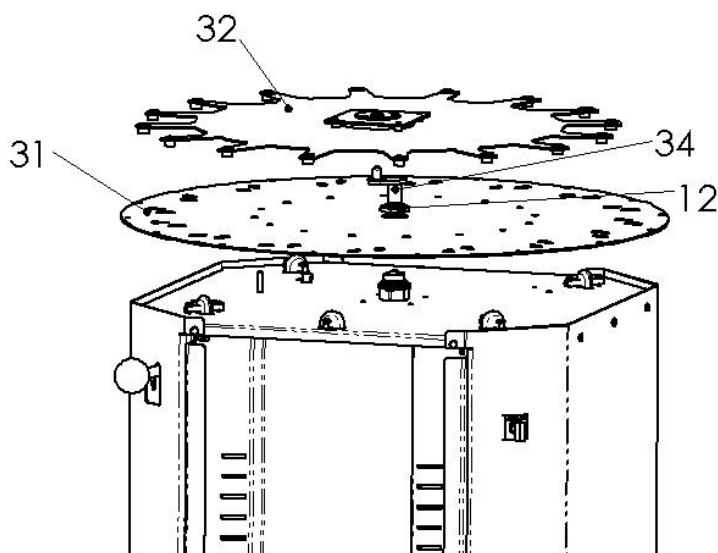

Рис. 3-1
- 1) Удалите гайку поворотного стола (12), вращая против часовой стрелки от центра верхнего диска узла.
- 2) Удалите поворотный стол (31) из упаковки и расположите его на приборе, совместив центр с латунной стяжной гайкой (Рис. 3-1), (нейлоновая втулка плеча и опорная шайба уже должны быть на латунной стяжной гайке).
- 3) Установив поворотный стол на место, затяните гайку поворотного стола (12) на латунной стяжной гайке (Рис. 3-1).
- 4) Вставьте коленвал и нейлоновую шайбу (34) в центр латунной стяжной гайки (9) (Рис. 3-1).
- 5) Поместите диск мешалки (32) на поворотный стол, совместив его центр с коленвалом (Рис. 3-1).